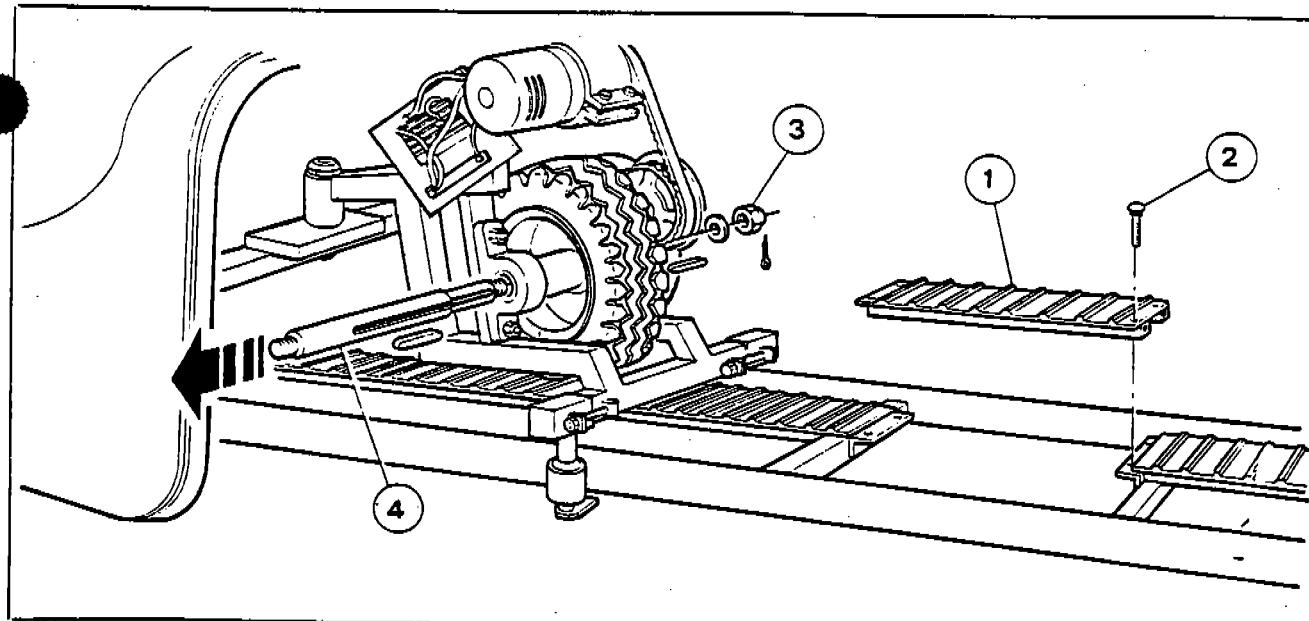

Fig. 42
- 1) Togliere inserto (1-Fig. 42) della corsia pista svitando le viti di fissaggio (2-Fig. 42) e spingere il convoglio fino a far coincidere la ruota con l'apertura/inserito.
- 3) Togliere il dado (3-Fig. 42) di fissaggio albero ruota.
- 4) Sfilare l'albero (4-Fig. 42) battendo dal lato riduttore, con un martello su punzone di materiale tenero (legno, alluminio ecc.).